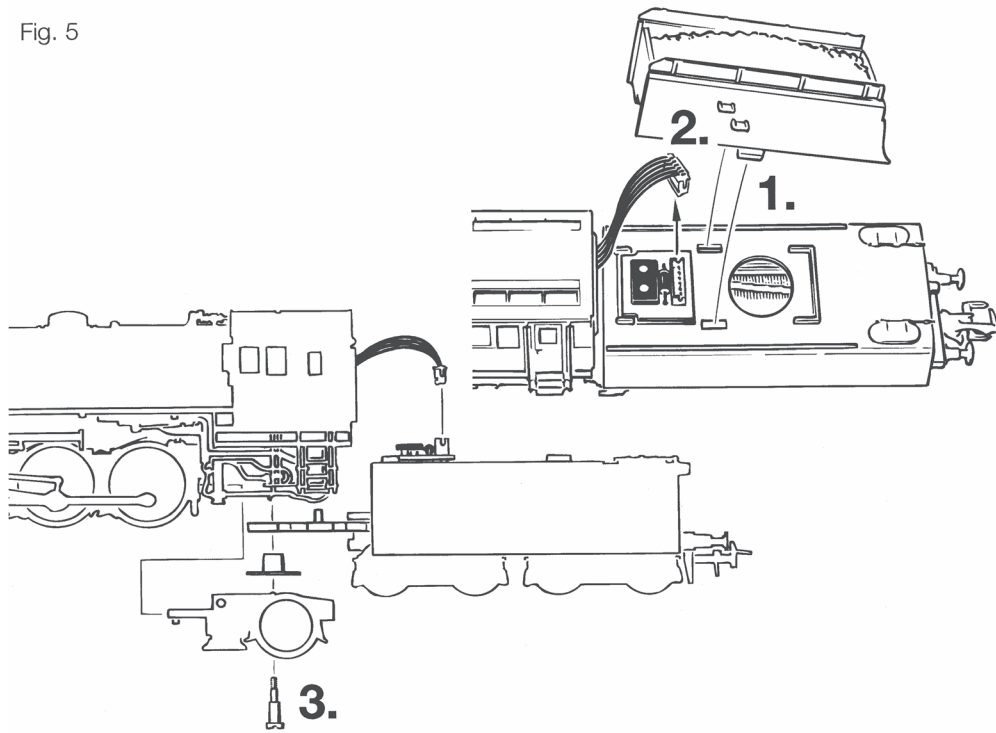
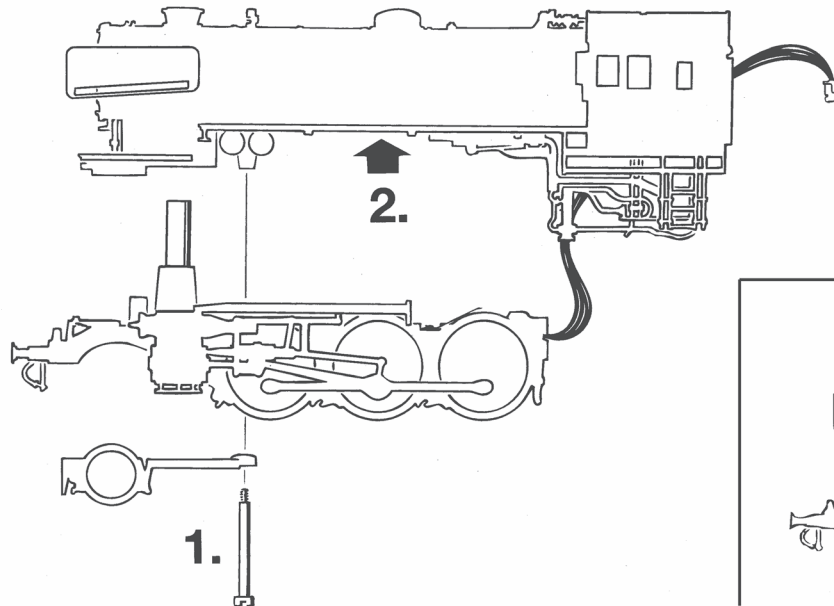

Fig. 6
Fig. 7
Zuerst das Tendergehäuse abnehmen (Fig. 7) Danach den Brückenstecker aus der Schnittstelle entfernen (diesen sorgsam aufbewahren). Zuletzt den Stecker des Steuerbausteins lagerichtig einsetzen (siehe Fig. 4).
**2. Schmierung:** Versehen Sie die im Schmierplan in Fig. 8+9 gekennzeichneten Stellen mit nur **kleinen Öltropfen**. Dazu zuerst das Lok- bzw. Tendergehäuse abnehmen (Fig. 6, Fig. 7). Wir empfehlen den ROCO **Öler Art.-Nr. 10906**. Fürs Schmieren der Getriebeteile (Zahnräder, Schnecke) empfehlen wir das **ROCO-Spezialfett Art.-Nr. 10905**. Im Falle der Schmierung diese Teile **nicht ölen**.
**3. Lämpchenwechsel:** Bitte nehmen Sie zuerst das Lokgehäuse bzw. das Tendergehäuse ab (Fig. 6, Fig. 7). Danach können Sie die **Lämpchen** wechseln (Fig. 14, Fig. 15).
**4. Einbau eines Dampfentwicklers** (Fig. 10): Zuerst das Lokgehäuse abnehmen (Fig. 6) und dann den Seuthe Dampfgenerator Nr. 10 (für konventionellen DC-Betrieb!) oder Nr. 11 (für digitalen AC- oder DC-Betrieb!) einbauen. Herstellerangaben beachten!
**6. Kohlebürstenwechsel:** Tendergehäuse abnehmen (Fig. 7). Danach wird der **Motor ausgebaut** und die **Kohlebürsten ausgewechselt** (Fig. 16).
First remove Tender body (fig. 7). Then remove the jumper from the interface. Finally put the plug of the chip into the interface as shown in fig. 4.
**2. Lubrication:** Apply **tiny oil drops** to spots marked in fig. 8+9. Prior to lubrication dismantle the loco body or the tender body (fig. 6, fig. 7). We recommend using item no. **10906, Roco oiler**. For lubrication the gearparts (e.g. cogwheels, worm) we would recommend our Roco **special grease** (item no. **10905**).
**3. Change of lights:** First remove loco body and the tender body (fig. 6, fig. 7) and then change lights (fig. 14, fig. 15).
**4. Steam generator application (fig. 10):** First remove the loco body (fig. 6) and then push in the Seuthe steam generator no. 10 (running in digital mode: use no.11).
**6. Carbon Brush Changing:** First remove tender body (fig. 7), and then the motor (fig. 16).
**Exploitation en télécommande multi-trains:** Veuillez démonter d'abord la caisse du tender (fig. 7). Enlevez ensuite la fiche de shuntage de l'interface (à conserver!) et enfichez finalement la fiche du module de télécommande aux prises de l'interface. Veillez à la position correcte de la fiche (voir fig. 4).
**2. Graissage:** N'appliquez **qu'une toute petite goutte** aux endroits indiqués par le plan de graissage (fig. 8+9) après avoir démonté la caisse du locomotive/tender (fig. 6, fig. 7). Nous vous recommandons **le graisseur à huile Roco réf. 10906**. Pour graisser les engrenages (roues dentées, vis sans fin) nous vous conseillons la **graisse spéciale Roco réf. 10905** pour engrenages en matières synthétiques. Lorsque vous utilisez cette graisse il faut éviter d'huiler ces composants.
**3. Remplacement des ampoules:** Veuillez démonter d'abord la caisse de votre locomotive et la caisse du tender (fig. 6, fig. 7) puis vous pouvez **échanger les ampoules** (voir fig. 14, fig. 15).
**4. Emploi d'appareil fumigène:** Veuillez démonter d'abord la caisse de votre locomotive (fig. 6) et introduisez ensuite le fumigène au chassis (fig. 10) **Attention:** Le fumigène Seuthe n° 10 n'est à utiliser qu'en exploitation classique >>analogue<<. Pour une locomotive munie d'un décodeur de commande numérique faites appel au fumigène Seuthe n° 11!
**6. Remplacement des balais du moteur:** Démontez la caisse du tender (voir fig. 7). Sortez ensuite le moteur de son longement (voir fig. 16) et échangez finalement le balais.